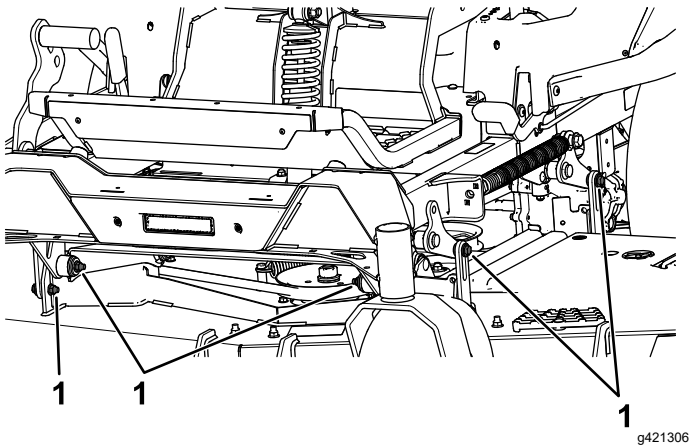

Figura 99
7. Retire y guarde los pernos y las tuercas de ambos lados de la máquina (Figura 99).